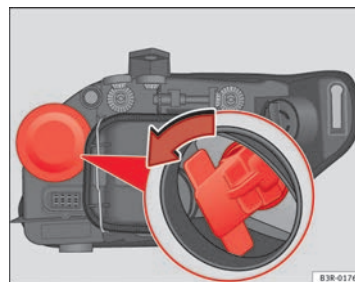

Fig. 220 Lámpara luz intermitente
- Extraiga el portalámparas asíéndolo por la empuñadura y girando en el sentido contrario de las agujas del reloj ⇒ fig. 220.